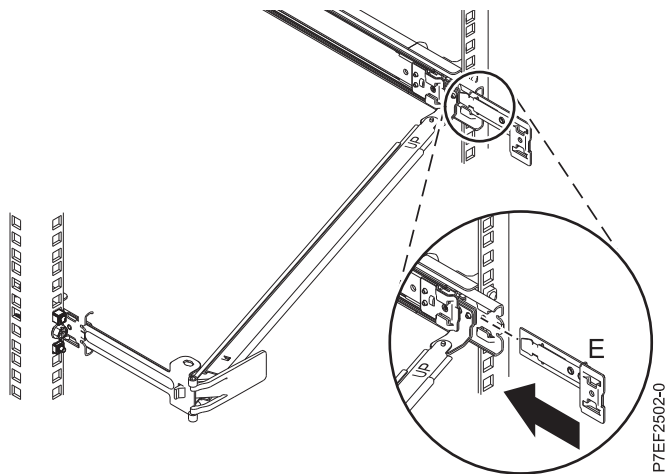

Figura 13. Instalación de la pieza de extensión en el riel deslizante
- Deslice la abrazadera de extensión (**E**) en el riel deslizante derecho hasta que la patilla accionada por resorte quede encajada en su sitio. Para conocer detalles, consulte la Figura 13.